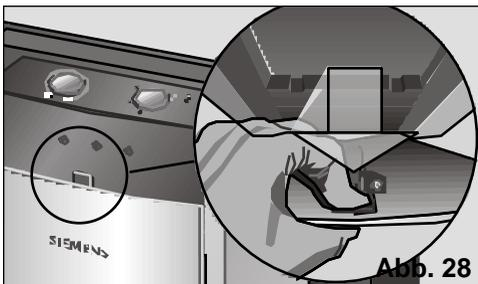

Abb. 28
- ❑ Zum Wechseln des Zusatzfilters öffnen Sie die Tür auf der Vorderseite des Geräts (sie muss nicht ausgebaut werden). Dazu den oberen inneren Clip der Tür nach innen drücken und nach vorne ziehen. Siehe **Abb. 28**. Ein Abnehmen ist nicht nötig, denn die Front verfügt über einen Anschlag der verhindert, dass sie ganz herunterklappt.
Die Gerätefront verfügt über einen Anschlag, bis zu dem sie sich öffnet ohne ganz herunterzuklappen. Zur besseren Reinigung bzw. leichterem Filterwechsel kann die Gerätetür auch ausgebaut werden, siehe **Abb. 28**. Verfahren Sie hierzu bitte wie folgt: